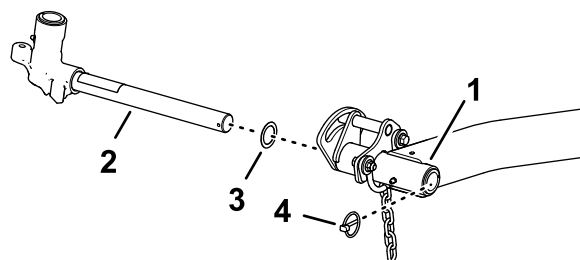

Рисунок 17
- Снимите шплинт с кольцом и шайбу, которые крепят ось поворота к подъемному рычагу, и снимите ось поворота с подъемного рычага (Рисунок 17).